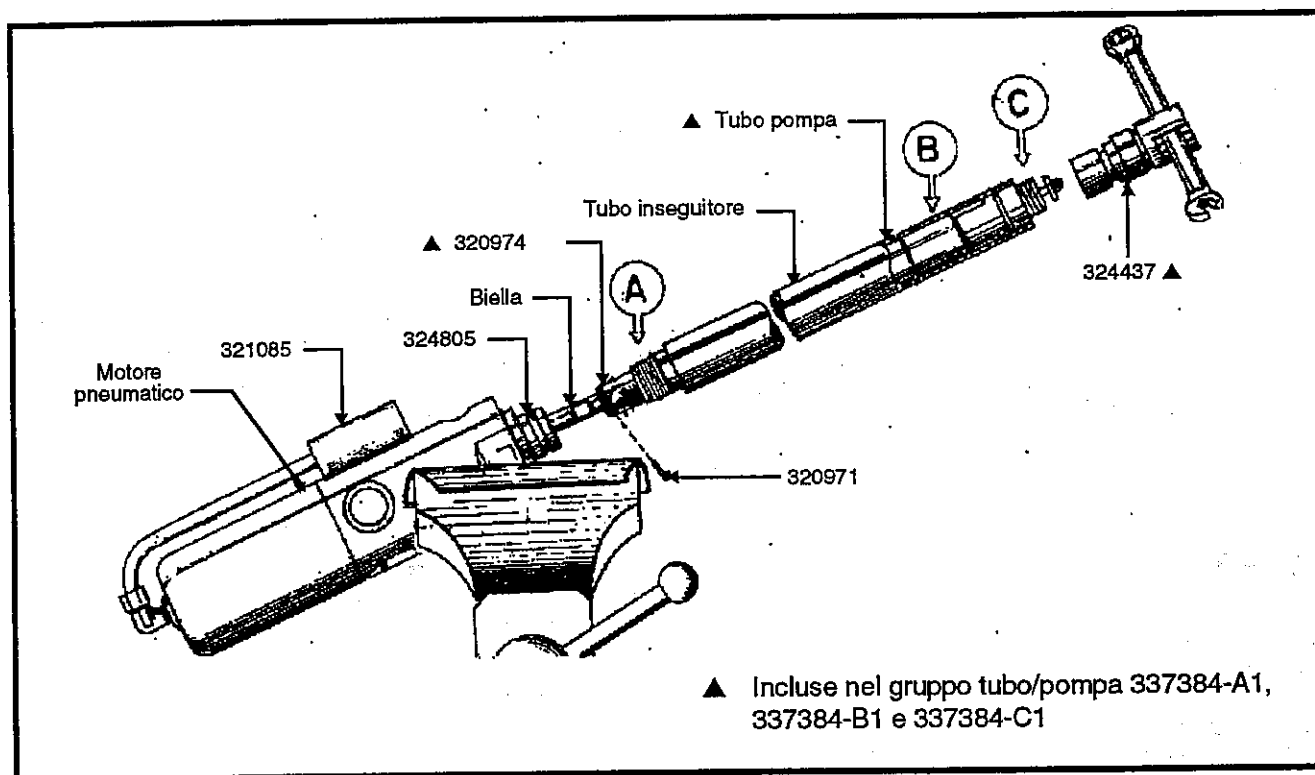

Figura 3: Disinnesto del motore pneumatico dal gruppo tubi 337384-A1, 337384-B1 e 337384-C1
Separare il motore pneumatico dal gruppo tubo e asta nel modo seguente (vedi Figura 3):
3. Il gruppo tubo e asta 337384-A1, 337384-B1 o 337484-C1 si allenta in una delle seguenti giunzioni (vedi Figura 3):
- d. Svitare la sezione rimanente del tubo pompa dall'adattatore 324805 per esporre il dispositivo di accoppiamento 320974. Estrarre il perno 320971 dall'accoppiamento usando un punzone di dimensione adeguata. Svitare l'accoppiamento dalla biella del motore pneumatico. **NON PERDERE IL PERNO.** (Vedi Figura 3).
- b. Estrarre il perno 320971 dall'accoppiamento usando un punzone di dimensione adeguata. Svitare l'accoppiamento dalla biella del motore pneumatico. **NON PERDERE IL PERNO.** (Vedi Figura 3).
27. Il motore pneumatico va stretto in una morsa come mostrato nella Figura 3 e deve essere completamente montato.